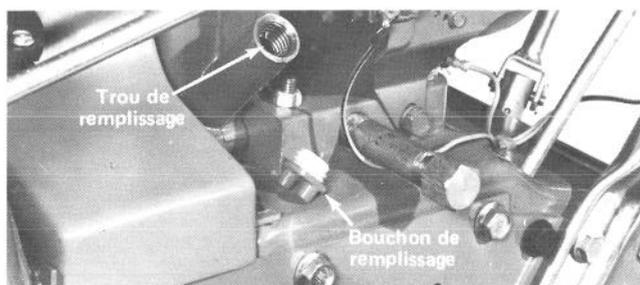
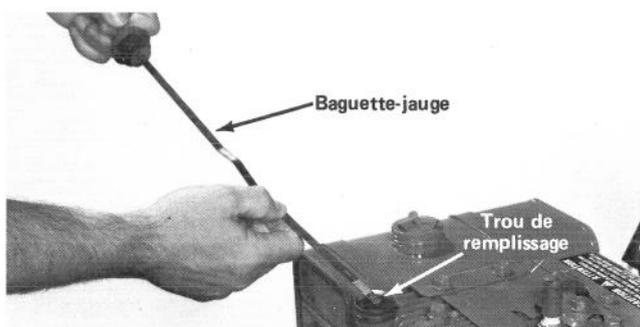

Figure 19
Figure 20
3. Enlevez le bouchon de remplissage du carter de la 826 (Fig. 19). Enlevez la baguette-jauge du trou de remplissage de la 1132 (Fig. 20).
4. Lentement, versez environ 44 onces d'huile dans le trou de remplissage de la 826 et 48 onces pour la 1132 (Fig. 19 et 20). Le moteur Briggs & Stratton utilise toute huile détergente de haute qualité répondant aux classes de service MS, SC, SD ou SE de l'API (American Petroleum Institute). Choisissez la viscosité de l'huile selon la température prévue du milieu. Les huiles recommandées sont les SAE 5W30 et 5W20, et un substitut acceptable est la SAE-10.